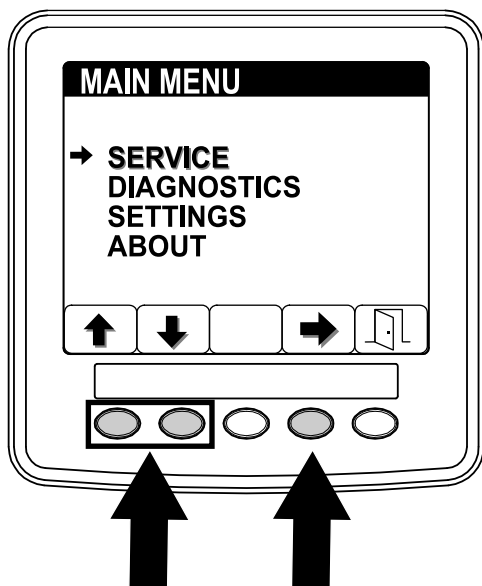

Bild 49
1. Drücken Sie auf dem HAUPTMENÜ die Taste 1 oder Taste 2, um zur Option SERVICE zu navigieren; drücken Sie die Taste 4, um das Element SERVICE auszuwählen (Bild 49).